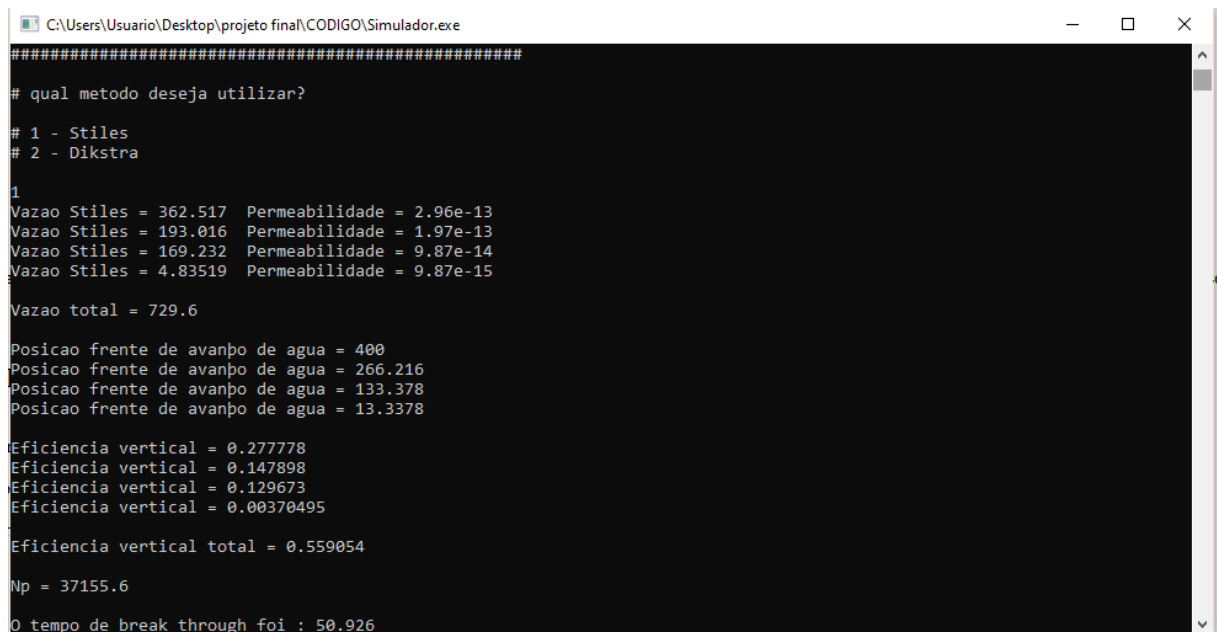

Figura 7.4: Tela do software mostrando os resultados imprimidos
- A próxima etapa é o carregamento dos dados do reservatório, das camadas. O programa exige a conferência dos dados informados solicitando a sua confirmação (Figura 7.4 e 7.3)